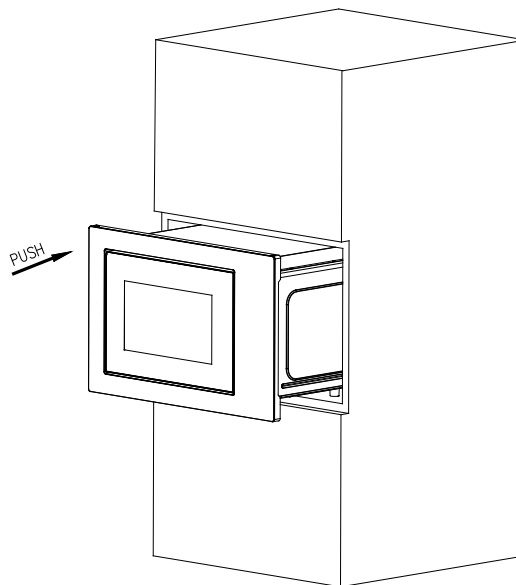

Abb.1
- a) Setzen Sie die Mikrowelle in den Einbauschränk ein und schieben Sie sie bis zum Anschlag nach vorne. (Abb. 1)